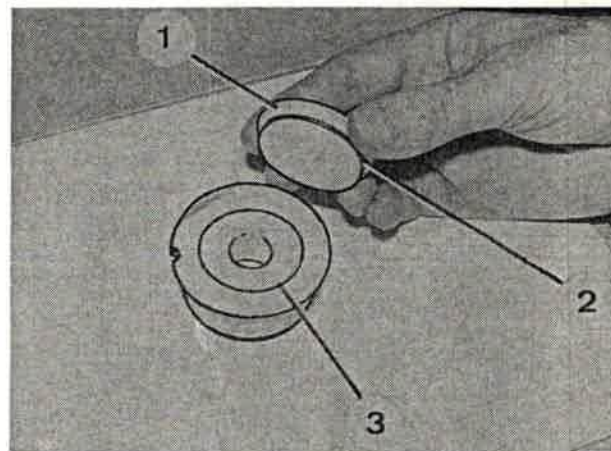

Bild 239
7. Zum Einfärben Verschuß (Bild 239/1) der Farbpatrone herausschrauben und Filzeinsätze (Bild 239/3) der Farbpatrone mit Tinte tränken.
8. Dichtring (Bild 239/2) prüfen, ggf. neuen verwenden und Verschuß wieder einschrauben.